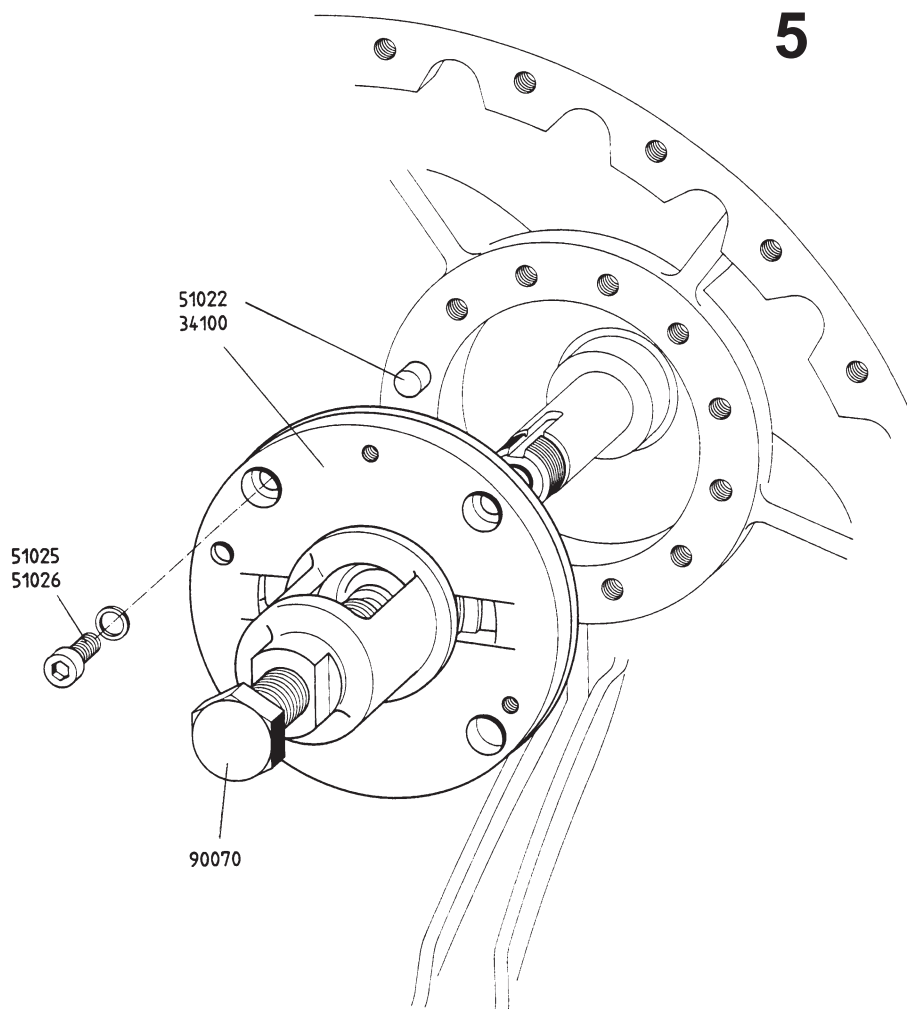

Fig. 5-6
- Remove the oil slinger (34180) together with the extractor (90070) and holding device (90030) (see fig. 5-6/4).
- Zyl-Schrauben (51025) und Federringe bzw. Sperrkantringe (51026) entfernen (s. Fig. 5-6/5).
- Abziehvorrichtung (90070) auf die innere Lagerbüchse schrauben und Lager (34100) abziehen (s. Fig. 5-6/5).
- Remove socket screws (51025) and locking washers or locking edge washers (51026) (see fig. 5-6/5).
- Fix the extractor (90070) to the inner bearing bush and remove the bearing (34100) (see fig. 5-6/5).
Vorsicht ! Den Führungsbolzen (51022) keinesfalls entfernen (s. Fig. 5-6/5). Der Bolzen bestimmt die Lage des Lagers !
Caution ! Do not remove the guide bolt (51022) under any circumstances (s. fig. 5-6/5). It determines the position of the bearing !